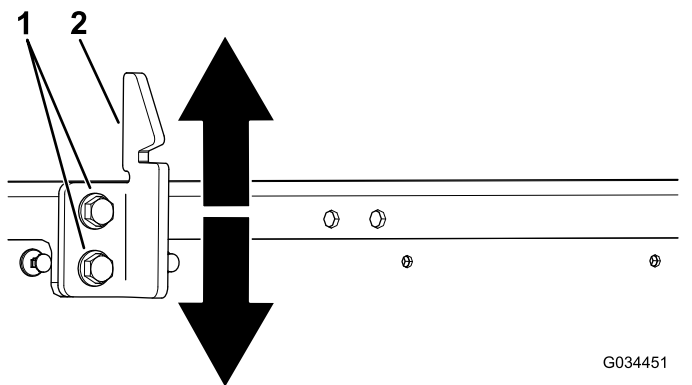

Figura 53
3. Slăbii cele 2 uruburi de pe zăvorul platformei și deplasei zăvorul în sus sau în jos, în funcie de poziia prea ridicată sau prea joasă a acestuia. (Figura 53).
4. Strângei cele 2 uruburi de pe zăvorul platformei (Figura 53).